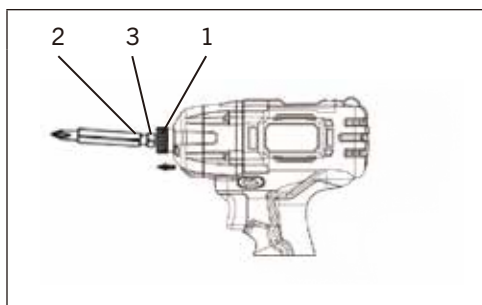

FIG. 4
1. Tirez vers l'extérieur sur le mandrin à dégagement rapide (1) (Fig. 4).
2. Insérez l'extrémité rainurée du porte-foret de la visseuse à chocs (2) dans le mandrin (3) de l'outil.
1. Sélectionnez l'embout de vissage correct pour la vis utilisée et installez-le dans le collet (Fig. 4).